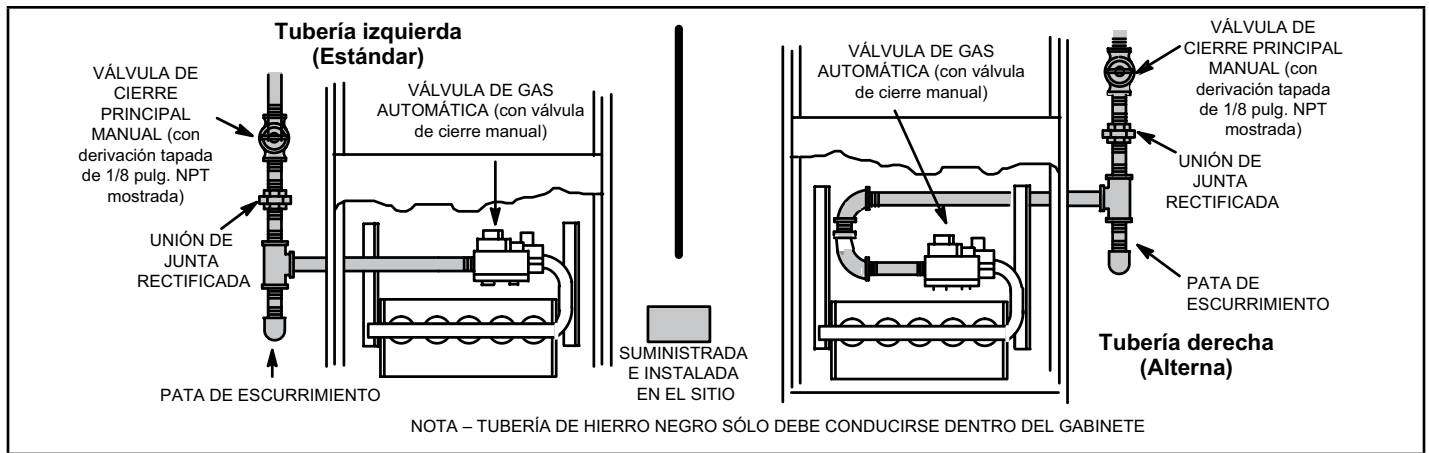

FIGURA 51
- 1 - La tubería de gas se puede conducir a la unidad desde el lado izquierdo o lado derecho. La tubería de suministro entra a la válvula de gas desde el costado de la válvula como se muestra en la Figura 51. Conecte la tubería de suministro de gas a la válvula de gas. La torsión máxima es de 800 pulg-libras y la torsión mínima es de 350 pulg-libras cuando se conecte la tubería de gas a la válvula de gas.
- 3 - La tubería de gas no debe tenderse a través de los conductos de aire, canaletas de ropa, chimeneas o ventilación de gas, montaplatos o el hueco del ascensor. Centre la línea de gas en el centro del agujero para tuberías. La línea de gas no debería tocar el costado de la unidad. Ver la Figura 51.